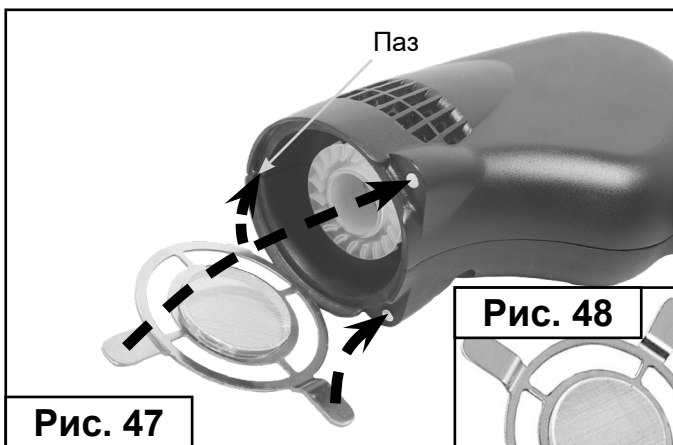
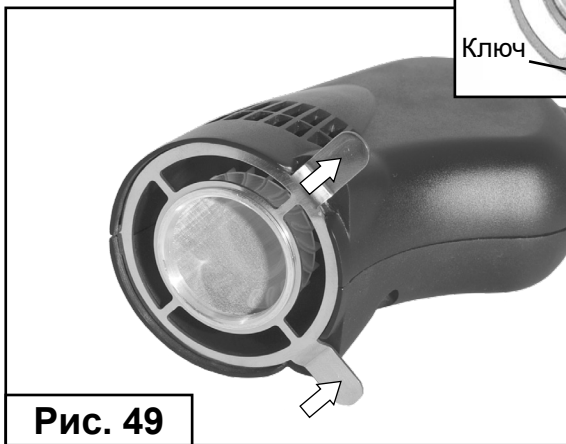

Рис. 47
Рис. 49
8. Закройте рабочую зону УНП (Рис. 47).
2. Совместите «ключ» сетки-концентратора с пазом в рабочей зоне проботборного устройства (Рис. 47) и зафиксируйте её (Рис. 49).